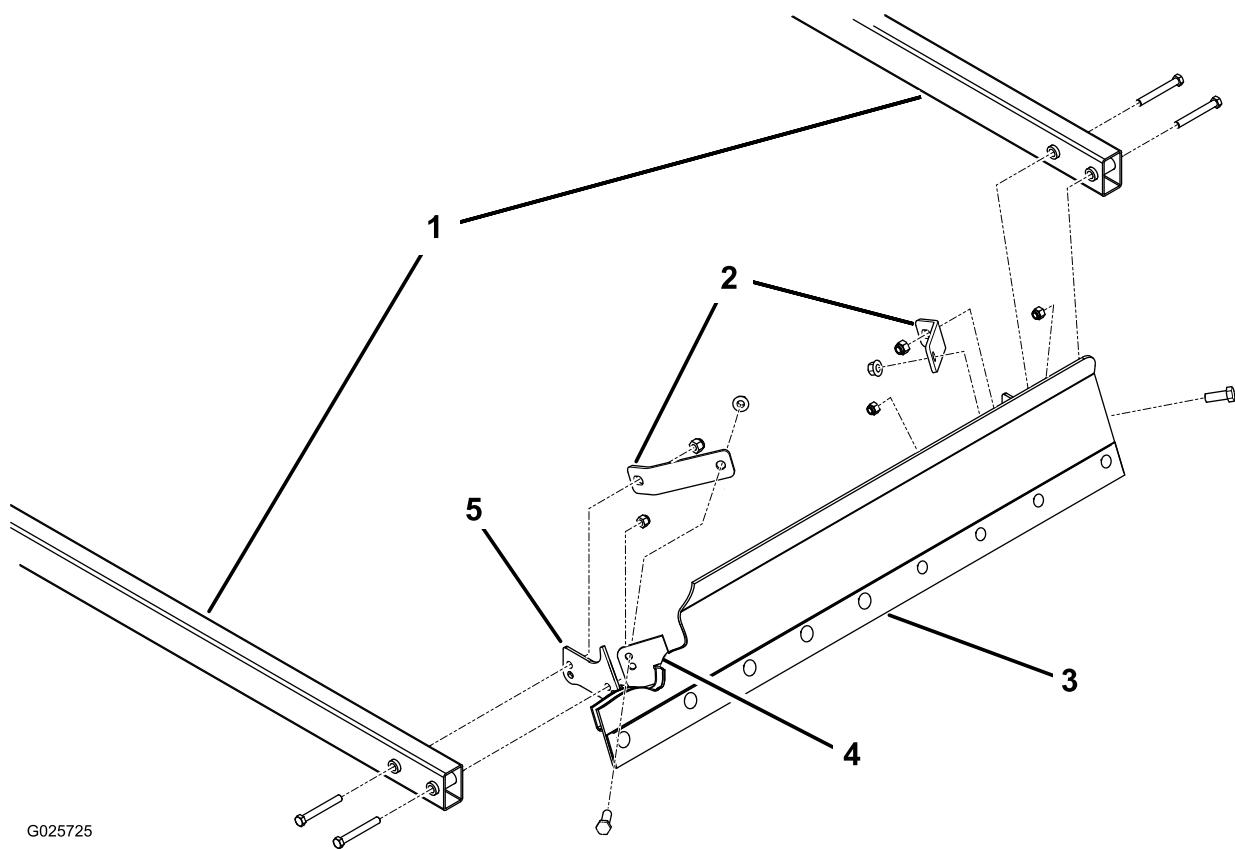

Рисунок 24
Примечание: Расположите соединительные плиты, как показано на Рисунок 24.
2. Прикрепите, не затягивая, переднюю часть подъемных рычагов к монтажным кронштейнам отвала и соединительным плитам при помощи 4 болтов ($\frac{3}{8}$ x 3 дюйма) и 4 контргаек ($\frac{3}{8}$ дюйма); см. Рисунок 24.
Примечание: Использование верхних монтажных отверстий в монтажных кронштейнах отвала сделает работу отвала более интенсивной (Рисунок 24).
3. Установив отвал на горизонтальной поверхности, затяните крепежные компоненты, соединяющие подъемные рычаги с отвалом (Рисунок 24).